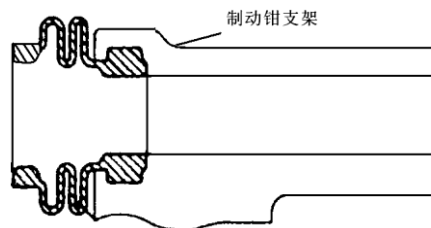

图 3—25
(1) 拆下2片带消音垫的制动片。
(2) 从每块片上拆下1号和2号消音垫片。
7) 拆卸后制动钳导向销防尘套。从后制动钳支架上拆下2个防尘套，如图3—25所示。